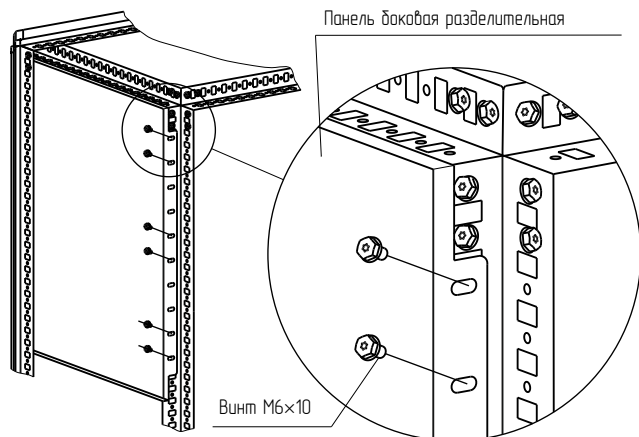

Рисунок 18
4.8.2 Установите панель боковую разделительную между стоек 1 профиля на нужной высоте и закрепите винтами (Рисунок 18). Момент затяжки – 7 Н·м.